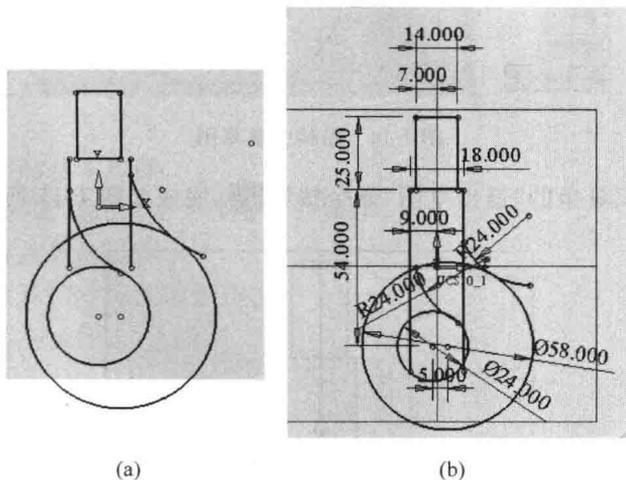
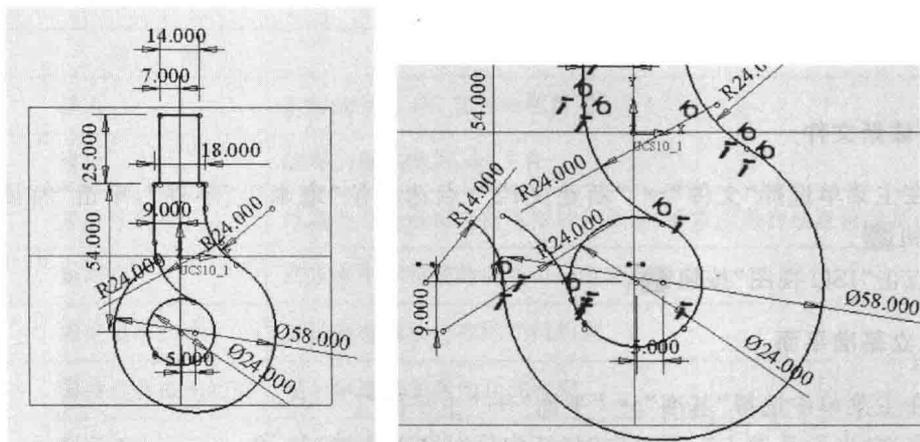

图 1-12 初步的草图绘制
图 1-13 尺寸约束后的图形
(1) 在主菜单中选择“曲线”→“草图”，点选 XOY 基准面作为草绘平面，再单击“俯视图”按钮.
(2) 点选“草图”工具条中的“直线”、“圆”及“圆弧”绘制命令，绘制出如图 1-12(a) 所示吊钩的大致形状。点选“草图”工具条中的“裁剪(断开)/延伸”图标按钮, 将图中断开的线段连接起来。点选“尺寸”图标按钮, 标注如图 1-12(b) 所示的尺寸。点选“增加约束”图标按钮, 选择图中相邻的直线及圆弧, 此时弹出“增加约束”选项框, 再点选“相切”图标按钮, 将直线与圆弧进行相切约束, 然后点选“草图”工具条中“裁剪”图标按钮, 完成约束及裁剪操作。绘制吊钩的下部, 点选“圆弧”图标按钮, 绘制两段圆弧, 进行“尺寸”、“增强约束”及“裁剪”等操作, 完成如图 1-13 所示的草图。